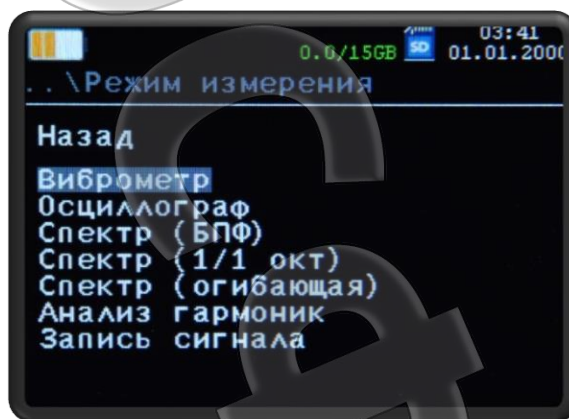

Рисунок 6. Меню «Режим измерения»
2.2.7 Далее необходимо выбрать один из 5-и режимов работы в меню «Режим измерения» (Рисунок 6).
- «Назад» – возврат в предыдущее меню (Рисунок 6);